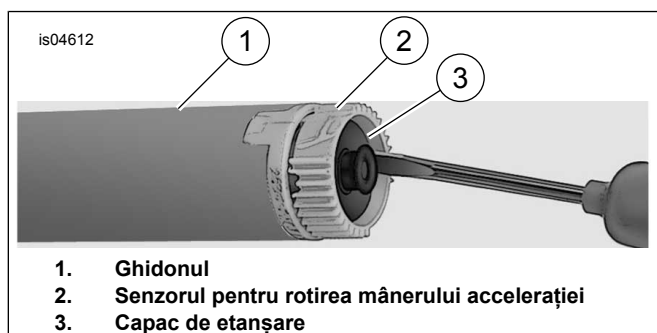

Figura 1. Scoateți capacul de etanșare
- Consultați Figura 1 . Introduceți o șurubelniță subțire sau orice alt instrument cu lama plată în zona plată de pe o latură a capacului de etanșare.